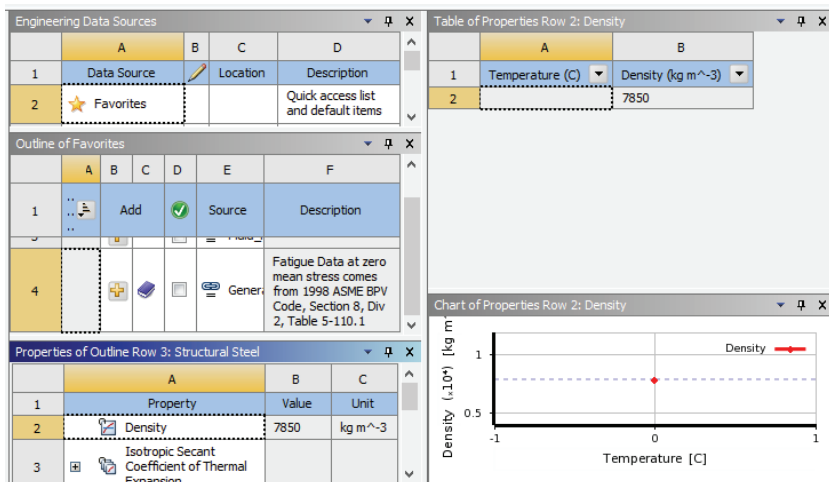

图 8-13 工程数据库界面
2) 在界面的空白处单击鼠标右键，在弹出快捷菜单中选择 Engineering Data Sources，此时原界面窗口中的 Outline of Schematic A2:Engineering Data 消失，Engineering Data Sources 及 Outline of Favorites 窗口将出现，如图 8-13 所示。